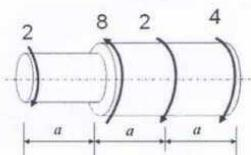

图 8
2. 绘出图 8 所示轴的扭矩图 (图中单位: kN·m)。(5 分)